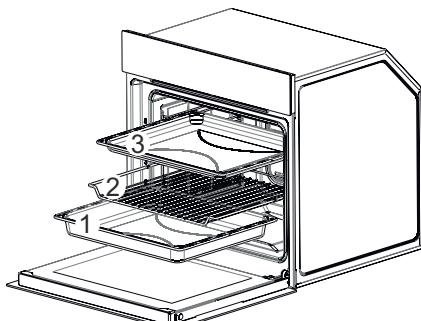

Fig. 28
- Remover os tabuleiros e o grelhador respetivamente (Fig. 28/1-2-3).